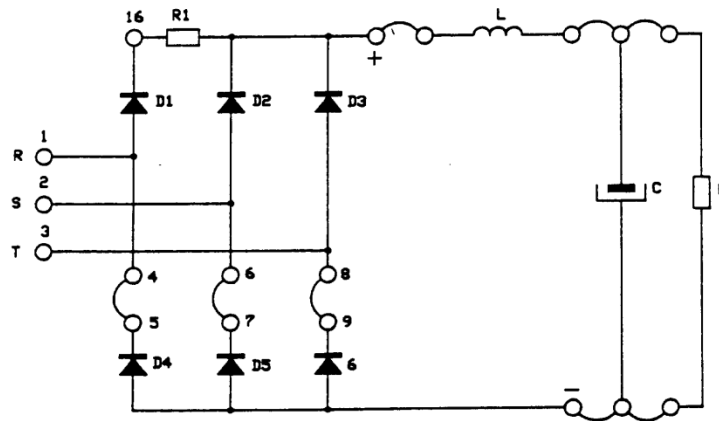

Figura 8: Conexión del rectificador trifásico de onda completa con carga RLC.
- Conecte el condensador en paralelo con la resistencia como en la Figura 8.